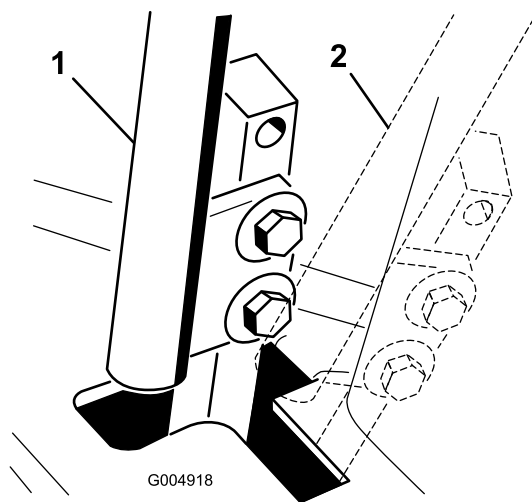

Figura 55
4. Desloque a alavanca para a posição de PONTO-MORTO, mas não **bloqueada** (Figura 55).
6. Verifique onde é que a alavanca de controlo está relativamente ao entalhe na consola (Figura 55).